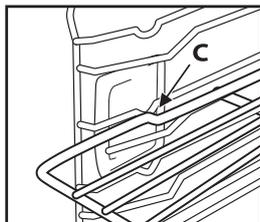

Fig. 3
3. Riportare la griglia in posizione orizzontale e spingerla fino al completo inserimento "C" (Fig. 3).